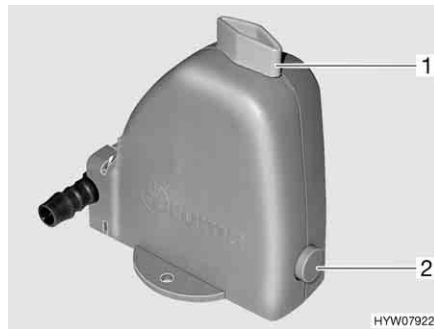

Fig. 119 Valve de sécurité et de vidange du chauffe-eau
Le chauffe-eau est équipé d'une valve de sécurité et de vidange (Fig. 119). La valve de sécurité et de vidange empêche que l'eau ne gèle dans le chauffe-eau lorsque le chauffage n'est pas allumé en cas de gel.
- Fermer la valve de sécurité et de vidange. Tourner pour cela le bouton rotatif (Fig. 119,1) dans le sens transversal par rapport à la valve de sécurité et de vidange et enfoncer le bouton-poussoir (Fig. 119,2).
- Ouvrir la valve de sécurité et de vidange. Tourner le bouton rotatif (Fig. 119,1) dans le sens longitudinal par rapport à la valve de sécurité et de vidange. Le bouton-poussoir (Fig. 119,2) ressort. Le chauffe-eau est vidé à l'extérieur par le biais de la valve de sécurité et de vidange.